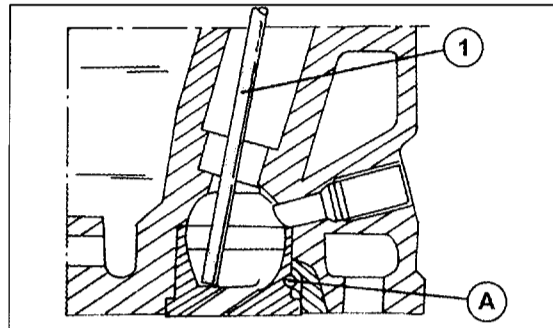

Bild 82
- Nach dem Einbau eine Messuhr mit einem geeigneten Messblock in der in Bild 82 gezeigten Weise auf die Kante der Vorkammer aufsetzen. Das Vorstehmaß der Vorkammer muss zwischen 0 und 0,5 mm betragen. Falls dies nicht der Fall ist, kann man Unterscheiben zwischen den Zylinderkopf und der Vorkammer einlegen, die in einer Reihe von Stärken zur Verfügung stehen.